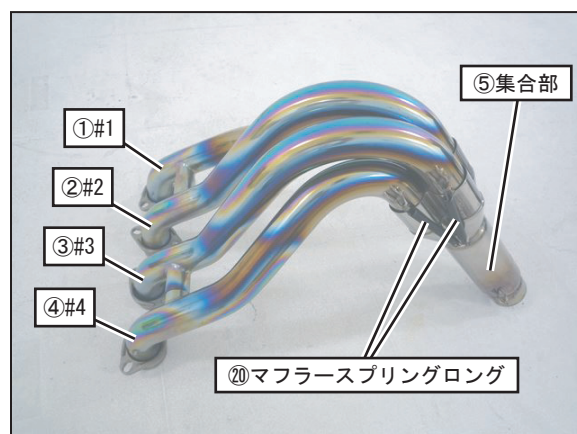

FIG. 11
12. エキゾーストパイプ①#1と②#2、③#3と④#4をそれぞれ連結させて、⑤集合部に貼ってある識別ラベルと同じ番号のエキゾーストパイプを⑤集合部に取り付け、スプリング取付工具を使用して⑬マフラスプリングロングを取り付けて下さい。(FIG. 11 参照)